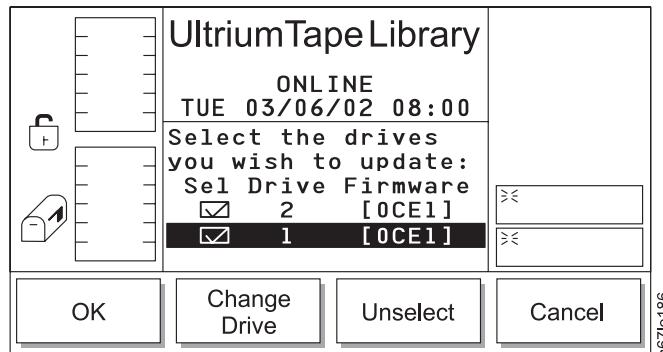

Abbildung 73. Dialog für Laufwerkauswahl
4. Wählen Sie **OK** aus. Der Dialog für Laufwerkauswahl erscheint (siehe Abb. 73).
Tabelle 23. Übersetzung von Abb. 73, Dialog für Laufwerkauswahl